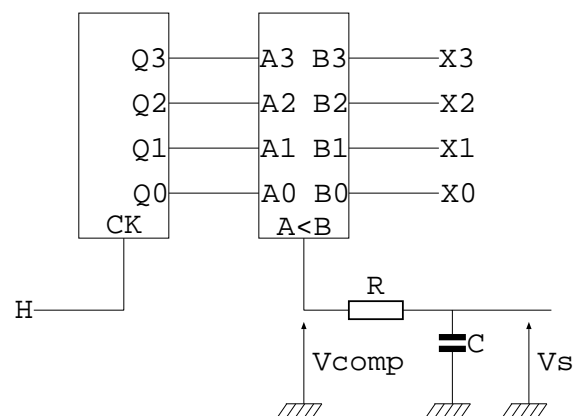

Figure 13: CNA 2
- Expliquer alors le fonctionnement du montage de la figure 13.